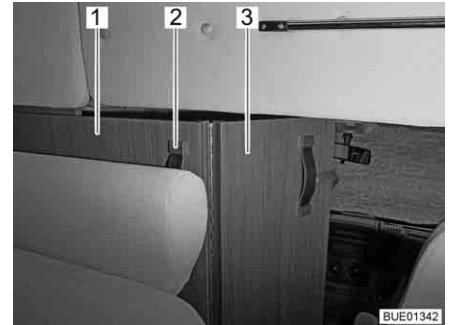

Bild 56 Skiljeplatta till förarhytt
- Ta tag i hållbandet (Bild 56,2) på skiljeplattan till förarhytten (Bild 56,1) och dra inåt tills kanten på skiljeplattan till förarhytten är ungefär i höjd med sittbänkens ryggstöd (Bild 56).
- Fäll ut den fällbara delen av skiljeplattan till förarhytten (Bild 56,3) mellan sätena i förarhytten.